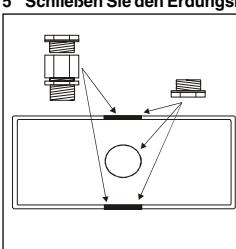

Abb.1
- 6 Öffnen Sie die Kabeleingangslöcher in den Kunststoff- und Metallkästen durch Ausbrechen der vorgesehenen Sollbrüche (siehe Abb. 1).